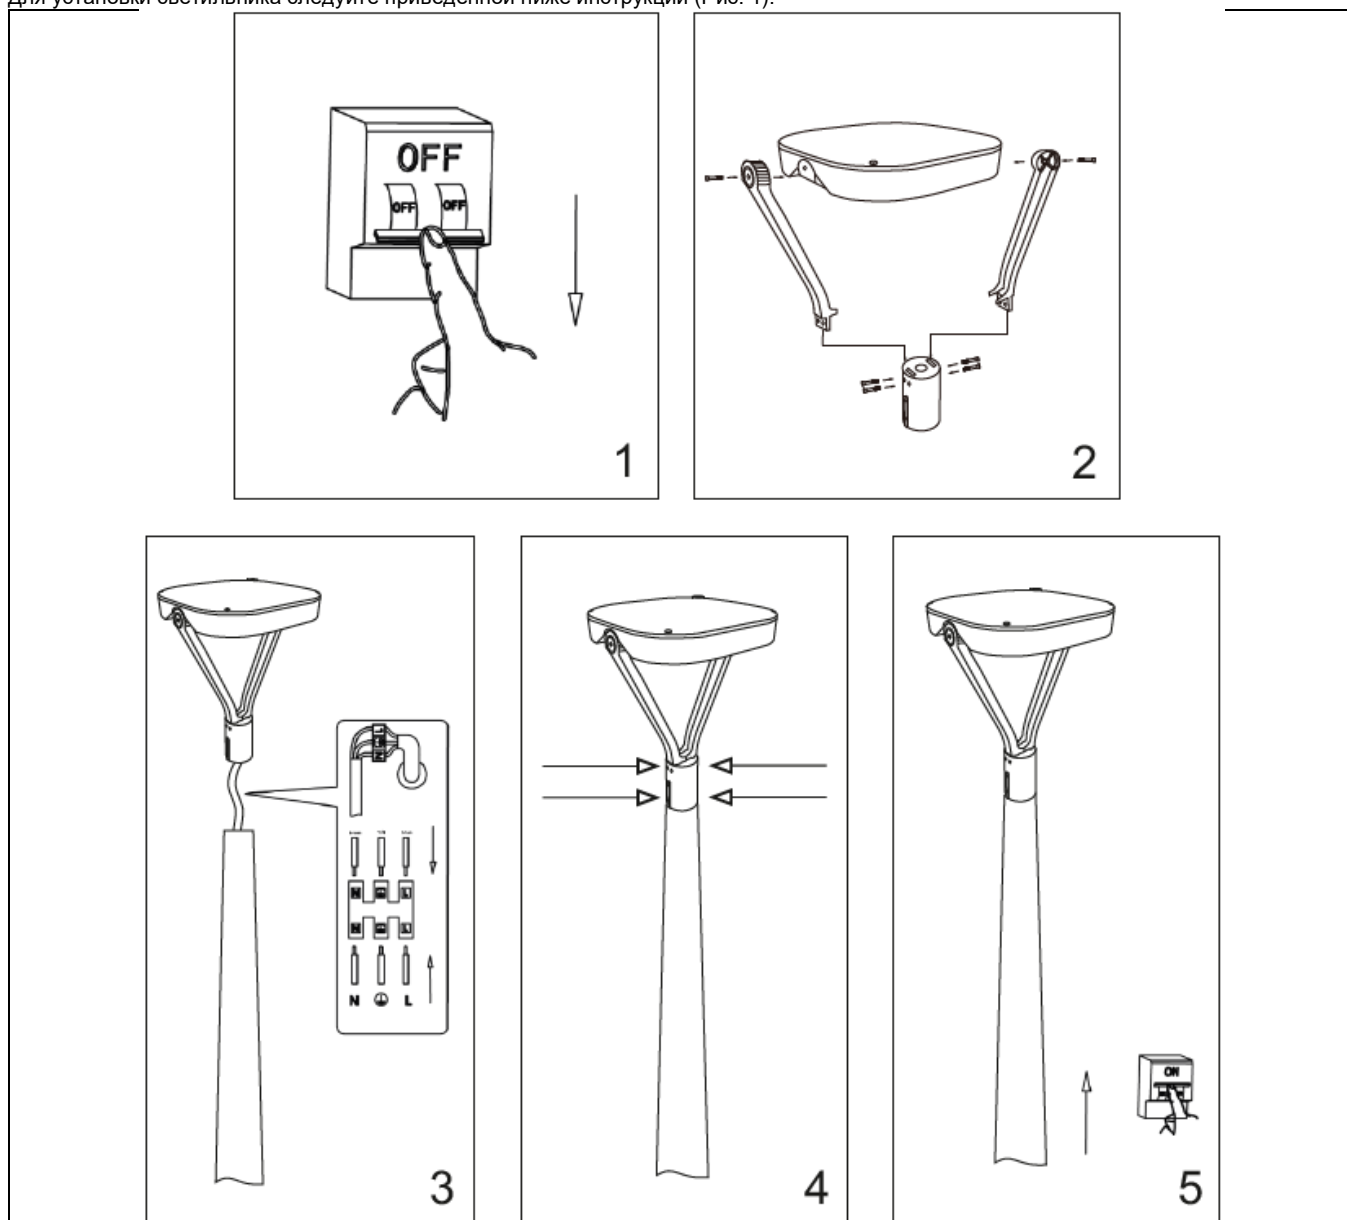

Рис. 1 Схема установки светильника SP7030 с вертикальным положением кронштейна
- 6.3 Для установки светильника следуйте приведенной ниже инструкции (Рис. 1).